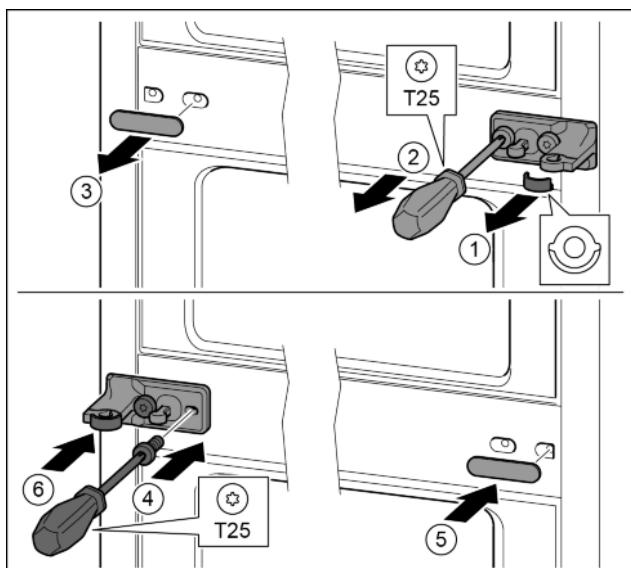

Fig. 34
- Свалете шайбата. Fig. 34 (1)
- С отвертка T25 отвийте винтовете. Fig. 34 (2)
- Свалете внимателно капака. Fig. 34 (3)
- Затегнете здраво от другата страна лагерната стойка с фолио, завъртяна на 180°. Fig. 34 (4)
- Поставете капака, завъртян на 180°, от другата страна. Fig. 34 (5)
- Нахлузете отпред шайбата. Fig. 34 (6)